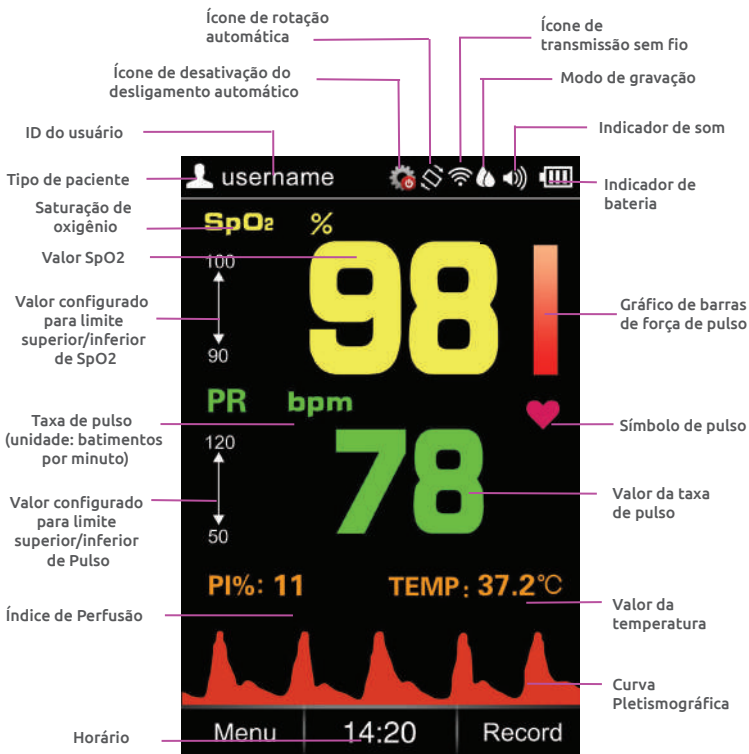

Figura 4.2 A Tela de exibição padrão --- na vertical
4. O dispositivo começará a fazer a medição, e o resultado medido será exibido na tela, conforme mostrado na figura 4.2.
Pressione a tecla "  " por 2 segundos para iniciar o oxímetro, então a tela exibirá a tela padrão, conforme mostrado na Figura 4.2.